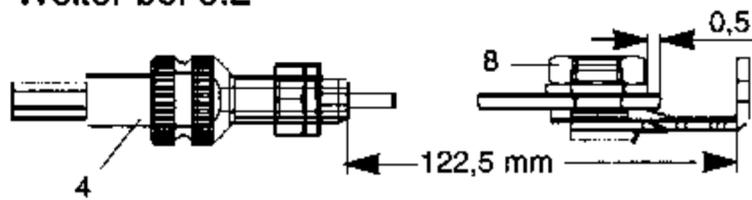

Bild 6
- Zugseilende durch die Bohrung der Klemmschraube (8) führen und im Abstand von 122,5 mm zur Einstellschraube befestigen (Anzugsmoment 1,7...2,5 Nm). Zugseilende auf ca. 0,5 mm ablängen. (Bild 6)